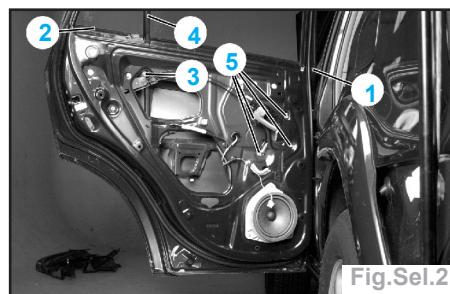

Fig.Sel.2
- Retirer la vis de fixation (1) et déposer le joint lècheur de vitre extérieur (2) (fig.Sel.2)